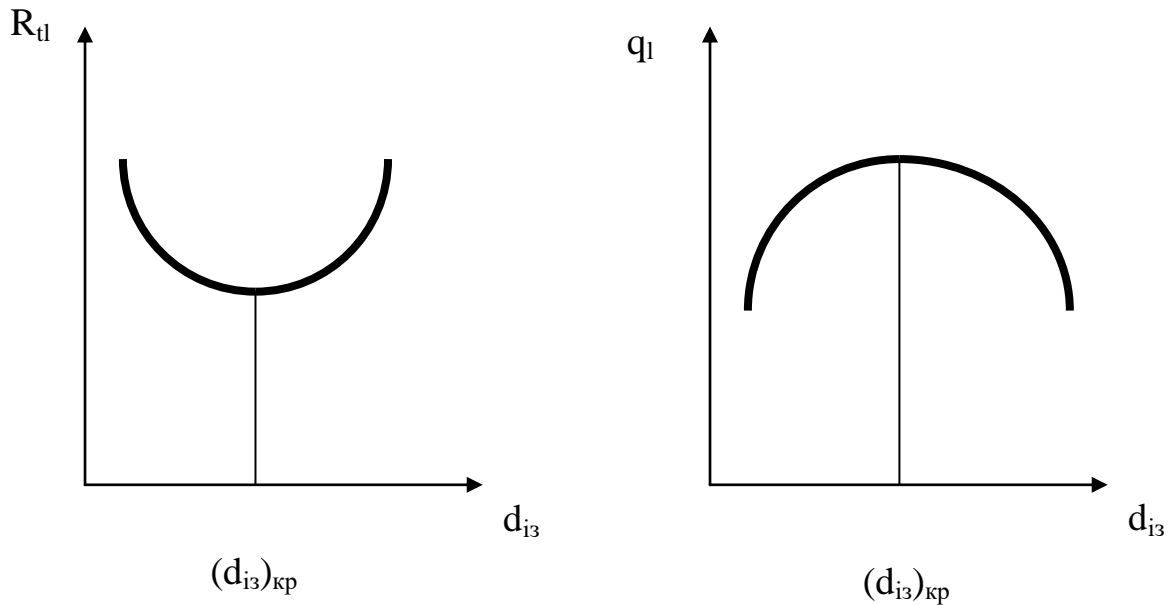

Рис. 7
На підставі аналізу залежності загального термічного опору теплопередачі через багат шарову циліндричну стінку (залежність лінійного термічного опору і лінійної густини теплового потоку від діаметру ізоляції показано на рис. 7) визначається критичний діаметр ізоляції, м: який відповідає мінімальному повному термічному опору теплопередачі
1) $(d_{iz})_{кр} > d_2$, де d_2 – зовнішній діаметр труби. В цьому випадку використання обраного матеріалу як теплової ізоляції не є доцільним, тому що в області $d_2 < d_{iz} < (d_{iz})_{кр}$ при збільшенні товщини ізоляції буде спостерігатися збільшення тепловтрат (рис. 7). Тільки при $d_{iz} > (d_{iz})_{кр}$ теплові втрати стануть знову такими ж, як і для початкового неізольованого трубопроводу. Тобто, деякий шар ізоляції не буде виправдовувати свого